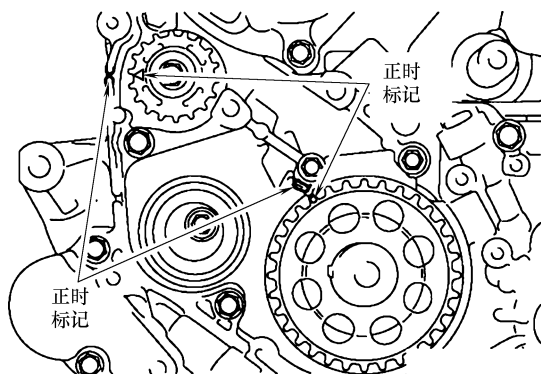

图 28-33 链轮正时标记识别
1) 如图 28-33 所示，将曲轴链轮 B 和平衡轴链轮上的正时标记与前壳体上的标记对齐。
- 5) 对照图 28-33，检查链轮正时标记是否与前壳体上的正时标记对齐。